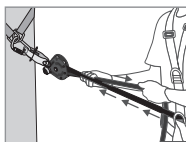
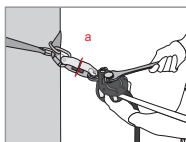

Fig. 3
Fig. 4
När du har monterat livlinan måste du göra en förinställning av spänningen genom att för hand dra i linan (vid linans ände – Bild 3). Då bör kammen (8) och kamspaken (4) automatiskt komma i kontakt med linan. Fäll ned kamspaken (4) och använd sedan en lämplig nyckel för att ställa in spänningen på spänningsjusteringsstiftet (1) till dess att spänningsindikatorns bricka (a) som sitter på spänningsindikatorn (2) roterar fritt (Bild 4). SLUTA ATT DRA ÅT så fort bricken rör sig fritt! Förspänningen bör ligga på omkring 1 kN. Vid användning ska du kontrollera denna spänning (att spänningsindikatorns bricka roterar) och justera den vid behov enligt ovanstående beskrivning.
**VARNING!** Försök inte att minska spänningen på spänningsjusteringsstiftet (1) med nyckeln eftersom kammen (8) står emot lossning och vridningar motsols. Om spänningsjusteringsstiftet lossas för mycket kan det få negativa konsekvenser på systemets funktion och linans skick.